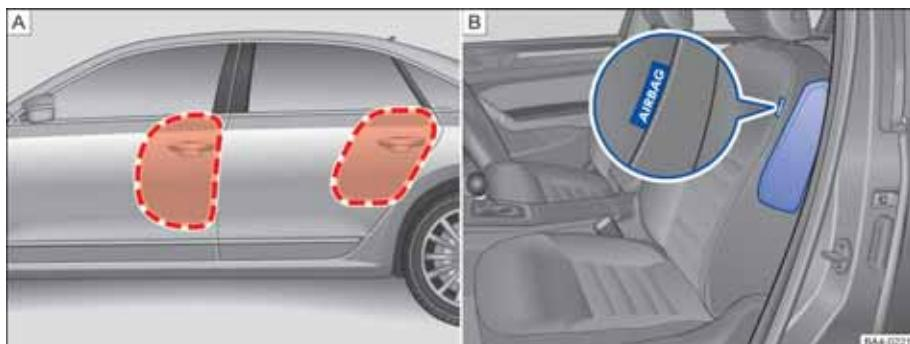

图 78 A 汽车左侧：侧面安全气囊的膨胀范围。B 汽车左侧：前部座位侧面安全气囊的安装位置
- 前部座位的侧面安全气囊分别位于驾驶员座椅和副驾驶员座椅的外侧靠背软垫中 ⇒ 图 78。